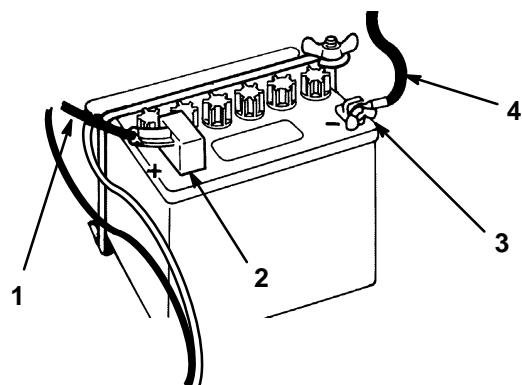

Figure 28
8. Remettre la batterie en place dans le châssis (Fig. 28).
10. Fixer la cosse du câble positif (rouge) à la borne positive (+) de la batterie à l'aide du boulon et de l'écrou papillon (Fig. 28). Glisser le capuchon de caoutchouc sur la borne.
11. Fixer la cosse du câble négatif (noir) à la borne négative (-) de la batterie à l'aide du boulon et de l'écrou papillon (Fig. 28).